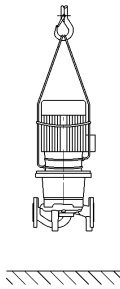

Fig.5: Mise en place des cordes de transport
- Des œillets de transport peuvent être vissés dans les trous taraudés prévus à cet effet au niveau du moteur. Ils doivent uniquement servir de guidage pour le levage (fig. 5).